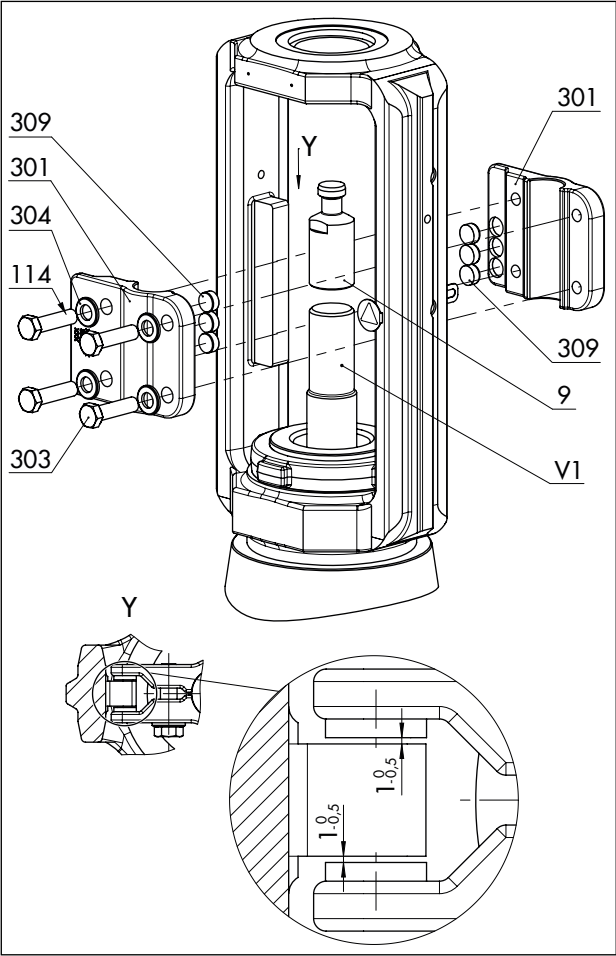

図 15: 回転対策治具アセンブリの概観（標準仕様）
- スライドワッシャとヨークの接触面の間には、両側ともそれぞれ 0.5 ~ 1 mm の公称クリアランスがあります（図 15 の詳細表示 Y を参照）。